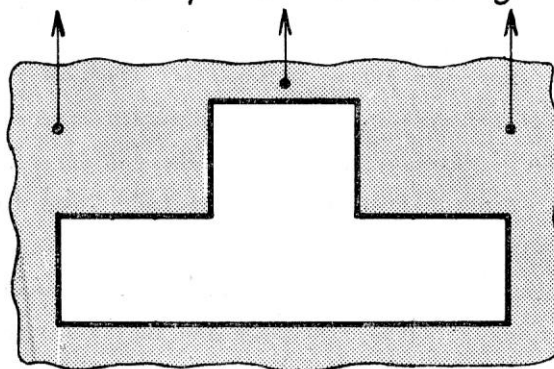

Fig 3
- posséder un mouvement relatif, c'est-à-dire être mobile par rapport à la pièce ou, ce qui revient au même, que la pièce soit mobile par rapport à l'outil (fig. 3 page 5).